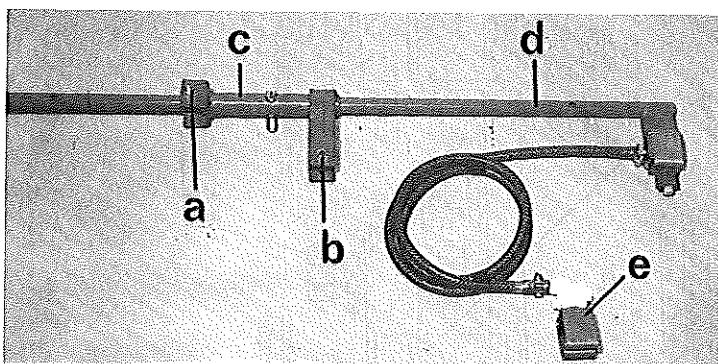
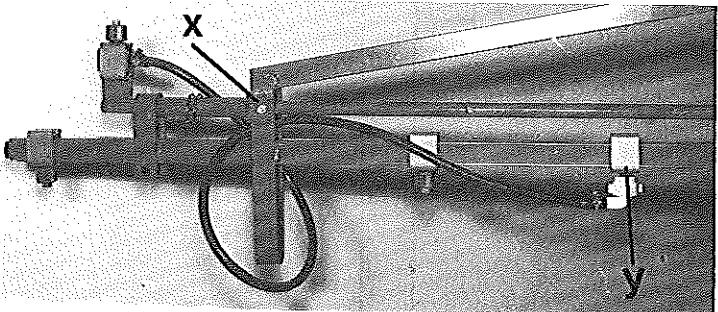

Abb. 1 Lieferform für eine Seite 7244
Abb. 3 Transportstellung 7244
Abb. 1 und 2 zeigen jeweils 1 Verbreiterung für 1 Seite.
Montage 7244 Abb. 3 und 4
1. Für Halteschrauben a Abb. 1 zwei Löcher 6,5 Ø mm im Bügel an Punkt x Abb. 3 bohren.
2. Schrauben a und b Abb. 1 entfernen und Halteteil c wie auf Abb. 3 ersichtlich montieren. Mit Klemmschraube und Bügel b wird das Halteteil c waagerecht gestellt.
3. In Brüherohr an Punkt y Abb. 3 ein Loch mit 7,5 Ø mm bohren für Bausatz 7244 mit Rückschlagventildüse.
4. Schieberohr d mit Düse und Klammer e nach Abb. 3 montieren. Abb. 3 zeigt Transportstellung.